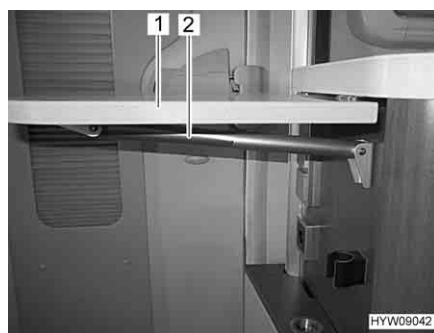

Fig. 60 Tavolo ribaltabile su bancone
- Afferrare in basso il tavolo ribaltabile su bancone (Fig. 60,1) e tirandolo leggermente estrarlo dall'incastro.
- Orientare il piano del tavolo verso l'alto, fino all'aggancio dell'elemento di fissaggio del supporto telescopico (Fig. 60,2). Rilasciare il piano del tavolo.